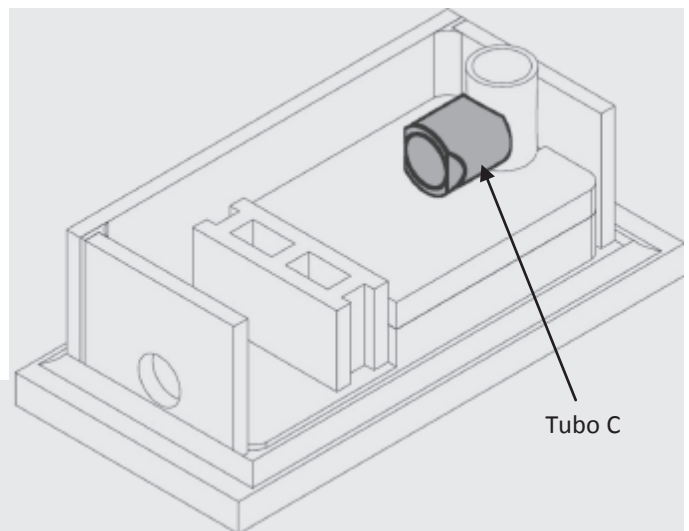

Figura 11
**#14** Con la mezcla de caolín y barro (remítase a los procedimientos generales en **Página 11**), conecte todas las piezas, comenzando con la chimenea (**Figura 11**). Ponga mezcla en la unión de la chimenea y el Tubo.